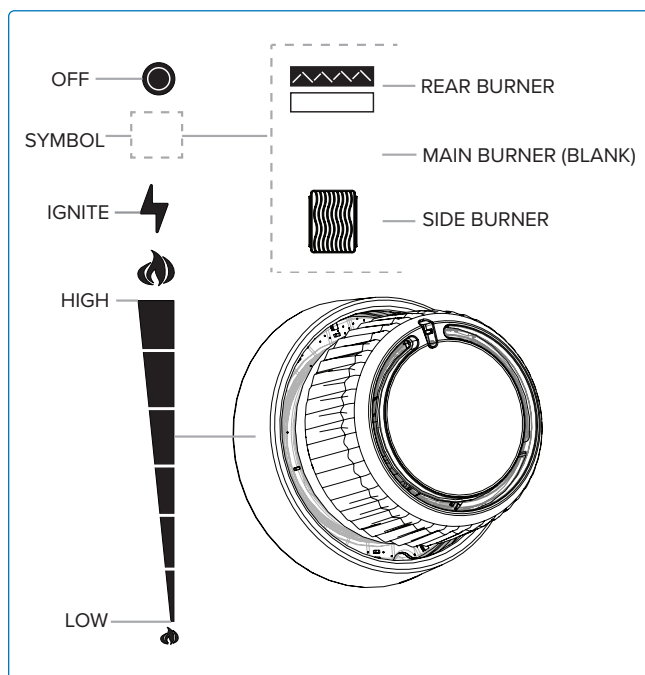

Fig 7
2. Druk en draai langzaam een willekeurige hoofdbranderknop linksom naar de stand HOOG totdat de waakvlam brandt. Blijf de bedieningsknop ingedrukt houden tot de brander ontsteekt en laat dan los (**Fig 6A & Fig 7**).
3. Druk en draai langzaam de achterbranderknop linksom naar de stand HOOG (**Fig 6D & Fig 7**).
4. Als de brander niet binnen 5 seconden ontsteekt, draai de branderknop dan met de klok mee naar de UIT-stand. Wacht 5 minuten. Herhaal stap 2 en 3. **(Fig 6E & Fig 7).**